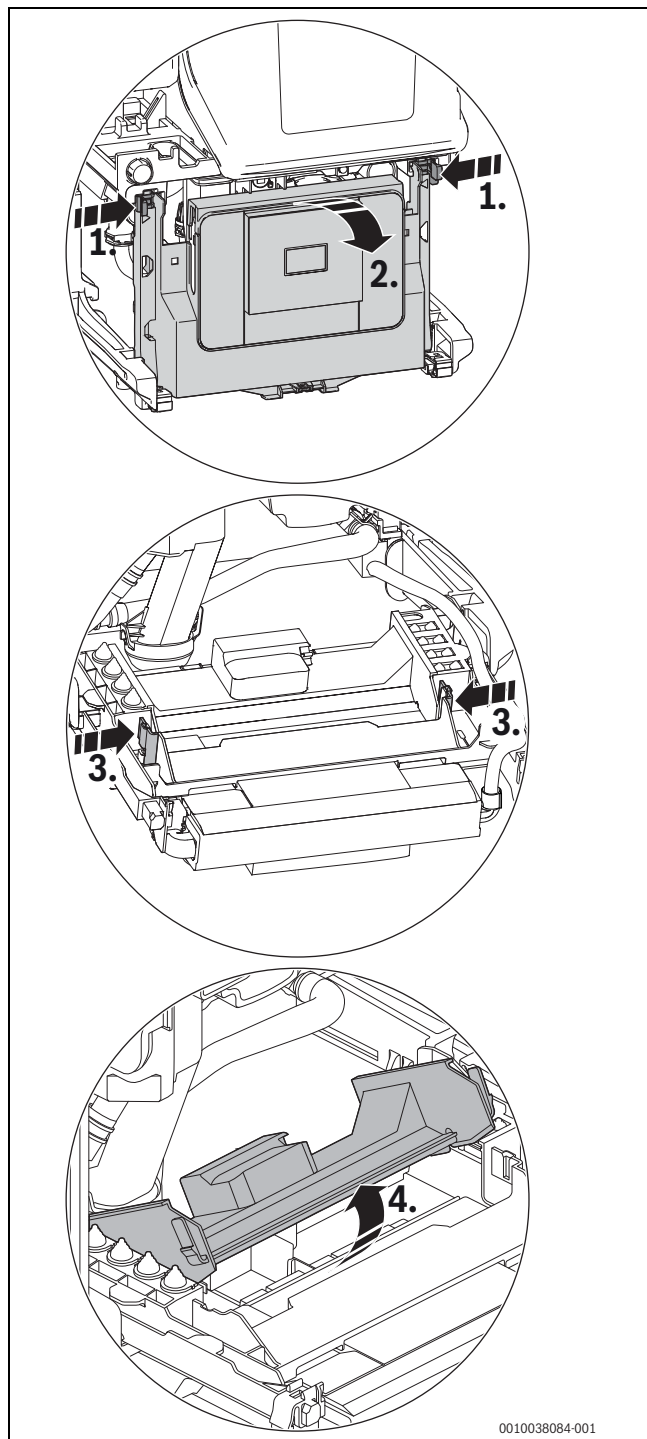

Fig. 65 Ouvrir le cache
► Rabattre l'appareil de commande (→ Figure 65, page 38).